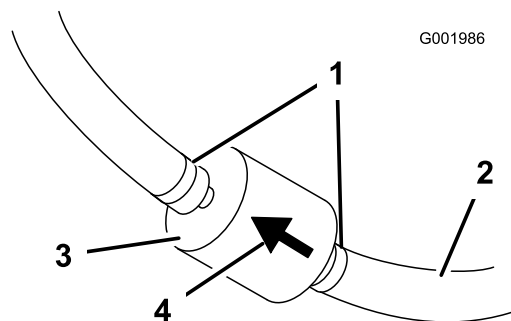

Figure 51
- Pincez les extrémités des colliers et faites glisser ceux-ci pour les éloigner du filtre (Figure 51).